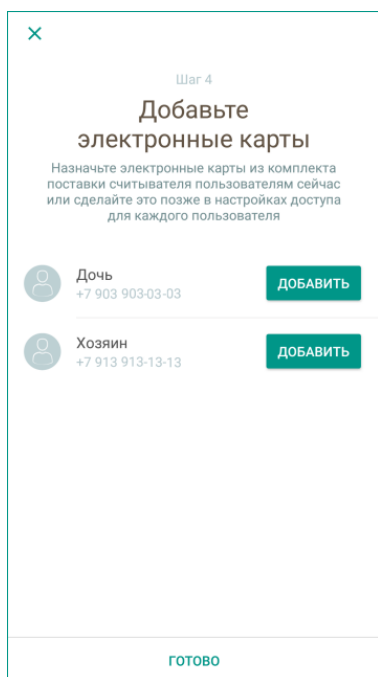

Рисунок 6.3 – Назначение RFID-меток пользователям (начало)
5. При связывании пульта с хабом вы можете сразу назначить пользователям объекта RFID-метки, входящие в комплект поставки пульта. Для назначения RFID-метки выберите пользователя из списка приложения и нажмите кнопку ДОБАВИТЬ (см. рисунок 6.3).